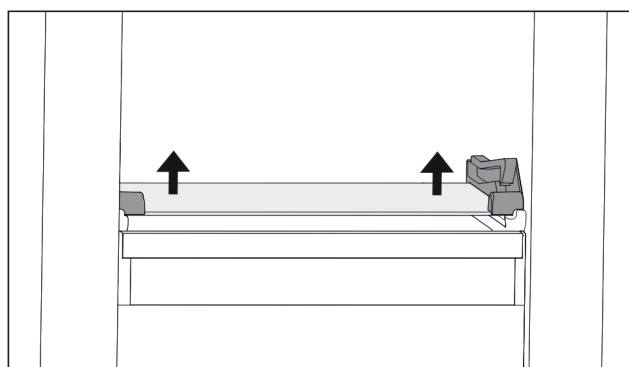

Fig. 107 Skleněná deska odklápěcí zásuvky
- ▶ Vytlačte skleněnou desku zdola na obou stranách nahoru. (viz Fig. 107)